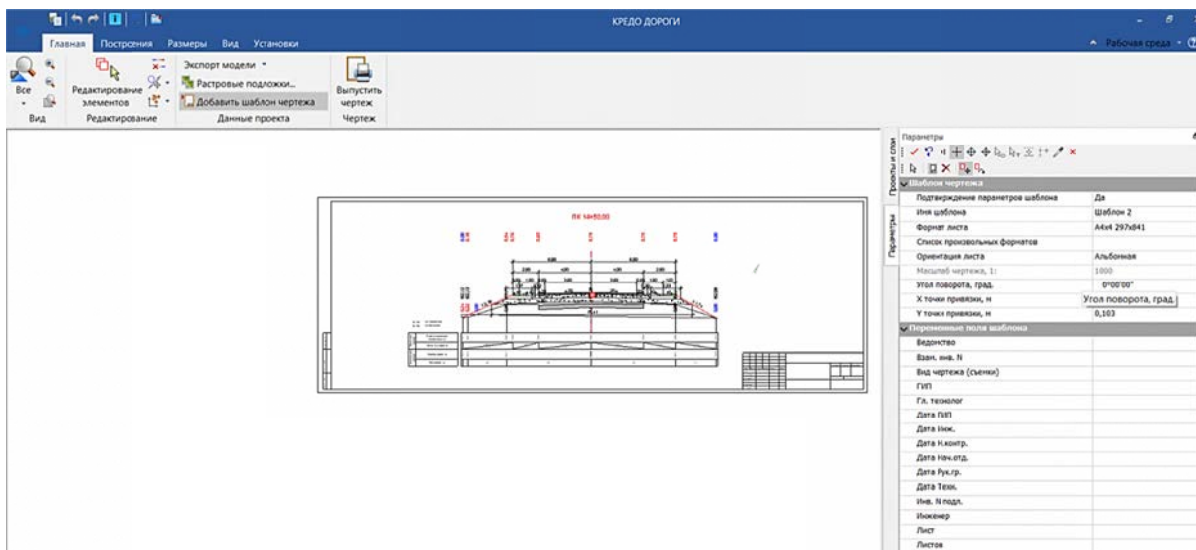

Рис. 6.39. Окончательная подготовка чертежа поперечного профиля к печати или экспорту
13. Далее при работе в **Чертежной модели** (окно **Чертежи профиля**) нужно выполнить команду **ДОБАВИТЬ ШАБЛОН ЧЕРТЕЖА** для окончательного оформления и подготовки к печати или экспорту (рис. 6.39).